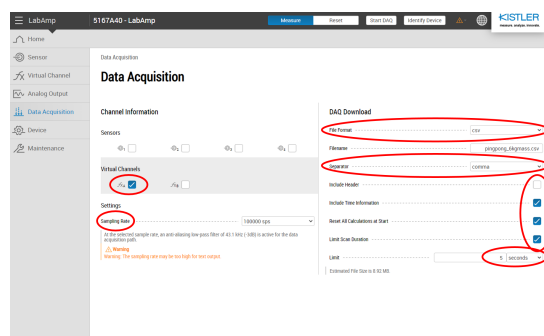

Fig. 5: Configuration de l’enregistrement de données en format CSV.
- Dans la partie “Data Acquisition”, vous pouvez régler la durée des mesures enregistrées sur disque dur, la fréquence à laquelle elle sont lues, et le nom du fichier dans lequel seront enregistrées les données. On vous conseille d’enregistrer les données en format CSV, sans les “headers”, et de les limiter dans le temps. Voir Fig. 5.